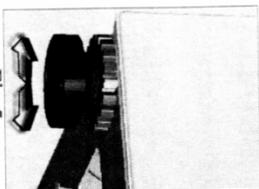

Fig. 5
- Effectuez le réglage en tournant les pieds vers le haut ou vers le bas (Fig.5)